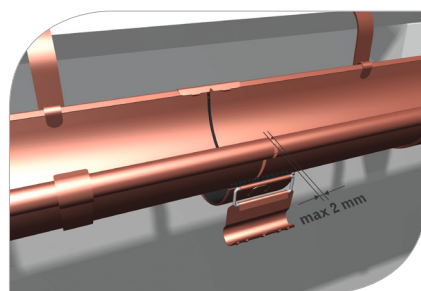

рис. 21
- 3.10 В месте соединения двух желобов установите соединитель с креплением (**рис. 21, 22, 23, 24**)